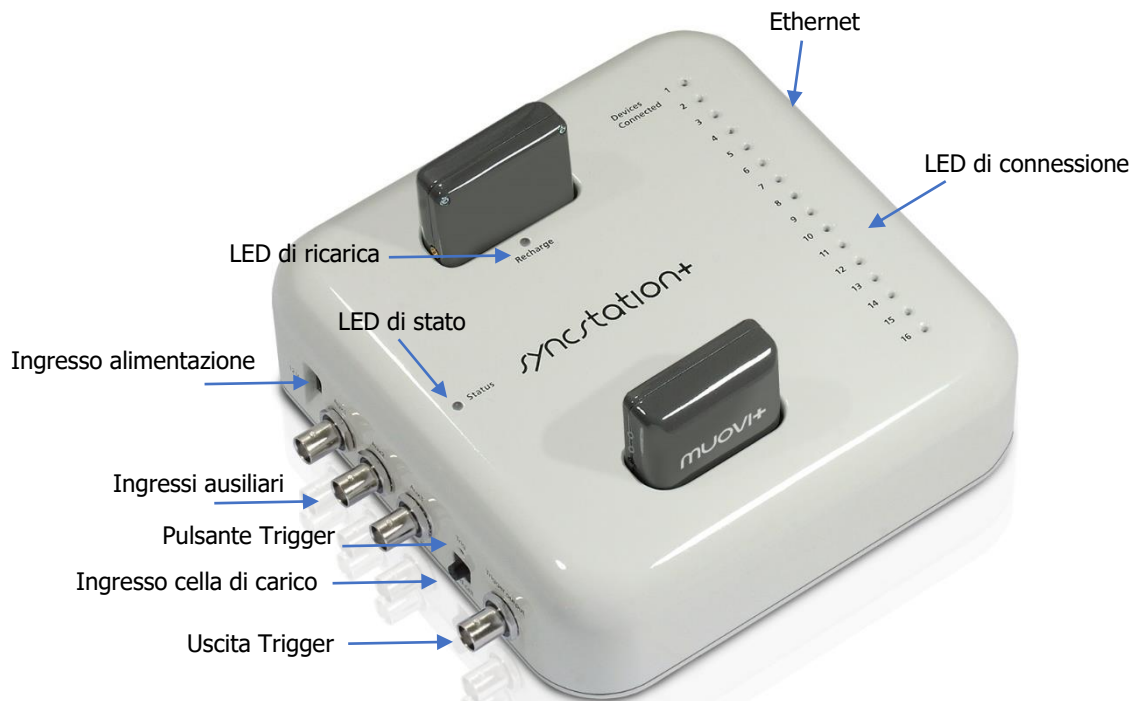

FIG. 7.2: SyncStation+ controlli, connettori e indicatori.
Il sistema Muovi+Pro è dotato di una base di ricarica e sincronizzazione chiamata SyncStation+, riportata in Figura 7.2, questa è in grado di ricaricare fino a 2 sonde Muovi+ simultaneamente. A fianco dell'alloggiamento dedicato ad ogni sonda Muovi+, sulla SyncStation+, vi è un LED (vedi Fig. 7.2) che indica lo stato di ricarica della rispettiva sonda. La base SyncStation+, oltre a costituire la piattaforma di ricarica delle singole sonde, svolge le seguenti funzioni:
- Generazione segnale di trigger, mediante pressione del pulsante dedicato (vedi Fig. 7.2)
- Uscita trigger tramite BNC-OUT (vedi Fig. 7.2)
Sulla SyncStation+ sono presenti (con riferimento alla Fig. 7.2): 6 connettori posizionati sul lato sinistro, 1 connettore posizionato sul lato destro e 4 connettori posizionati sul lato superiore: